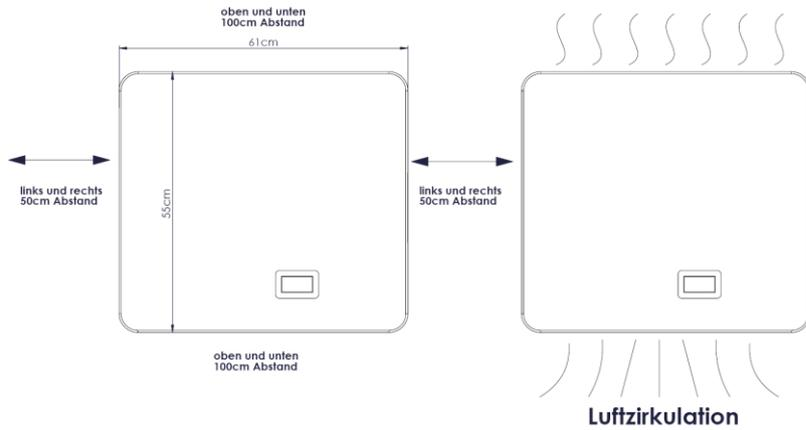

Abb. 7: Mindestabstände um das Gerät
- Mindestabstände zu den Gehäuseseiten beachten, (siehe Abb. 7)
- 2. Montageposition des Gerätes bestimmen. Einhaltung der Mindestabstände prüfen ( Abb. 7).